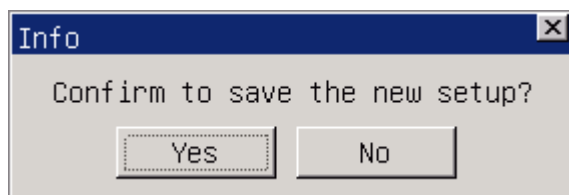

Figura 3-4 Caseta de dialog Save
4) Faceți clic pe „Back“, după modificare, în caseta de dialog așa cum se arată în figura 3-4 se va afișa; faceți clic pe „NO“ pentru a anula modificarea, faceți clic pe „DA“ pentru a salva rezultatele modificate.